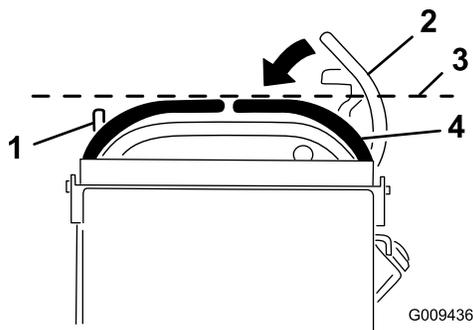

Figure 68
3. Abaissez le levier de commande de déplacement droit pour quitter la position de verrouillage au point mort (Figure 68).
4. Vérifiez que le levier de commande de déplacement droit s'aligne horizontalement sur le levier de commande de déplacement gauche (Figure 68).